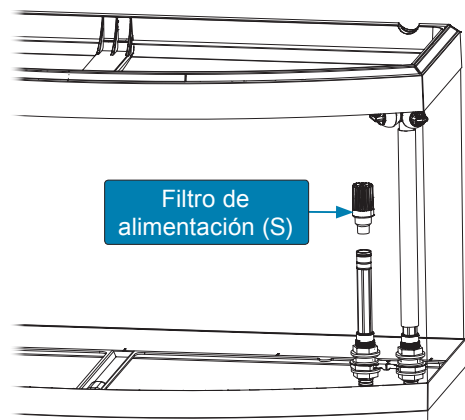

Fig. 5
4. Inserte el filtro de alimentación (S) en el tubo de conexión (A) (Fig. 5). El resultado final del montaje se muestra en las figuras 6 y 7.